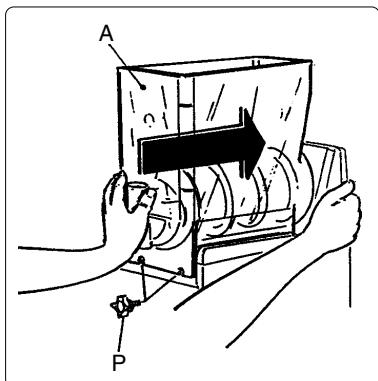

Fig. 17
g) Rimontare la vasca (A) collocandola nella propria sede accertandosi che faccia esattamente tenuta con la propria guarnizione (vedi fig. 17) e rimontare i pomelli (P).